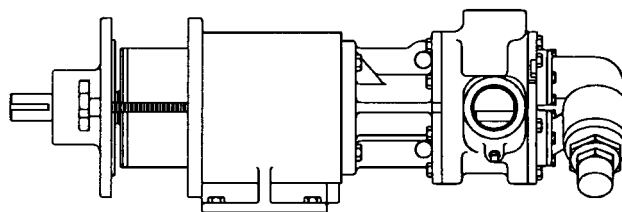

FIGURE 18
4. L'aimant externe doit être installé dans le boîtier de roulement, sinon, voir démontage et assemblage du logement de roulement. Installez les boutons de sorte que 4 pouces de filetage sortent sous le boîtier. Soutenez le logement par dessus et positionnez doucement l'aimant par dessus la boîte afin que les aimants commencent à s'engager. Desserrez uniformément les boutons. Voir Figure 18. Le boîtier de roulement doit avancer vers le support lorsque les boutons sont démontés.